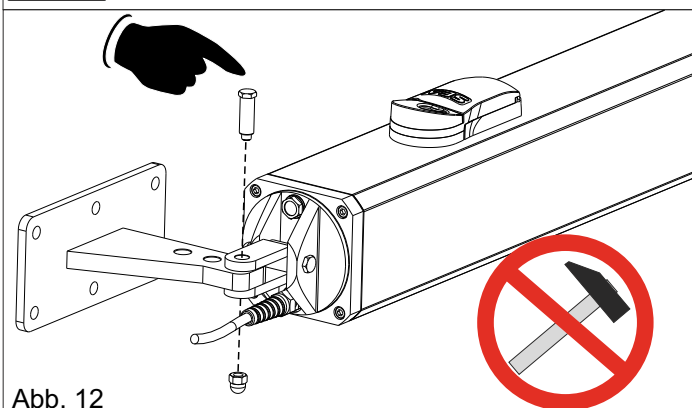

Abb. 12
- Die oszillierende Gabel des Antriebs, wie in Abb. 12 positionieren;
- Den kurzen Messingstift nur durch Handdruck in Gabel und Bügel einführen (Abb. 12)
- Den Stift mit der dafür vorgesehenen Mutter sichern (Abb. 12)